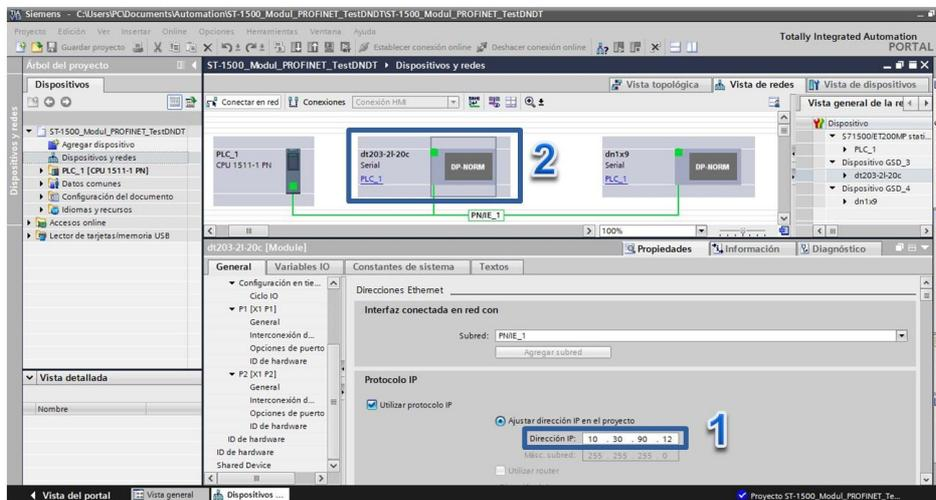

Fig. 11 Definir la conexión de los visualizadores con el PLC
En la ventana de “**Carga avanzada**”, seleccionar la tarjeta de red del ordenador en el campo “**Interfaz PG/PC**” (3) y establecer en el campo “**Conexión con interfaz/subred**” (4) el identificador de la red Profinet (PN/IE_1 en este ejemplo, ver Fig. 11).